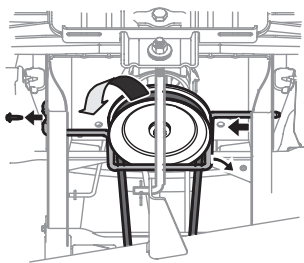

Figure 38
- Retirez le boulon fixant la tige de retenue de la poulie du moteur au châssis (Figure 38).